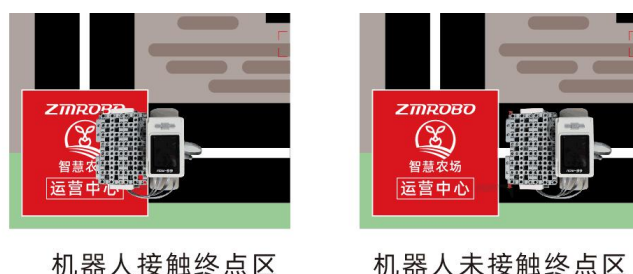

图 6 机器人返回运营中心区域的状态
- 在计时结束前，机器人需要在不脱线的前提下返回运营中心（即启动区）。进入运营中心的机器人在地面的正投影接触运营中心区域即完成了返回运营中心任务，如图 6，完成任务的机器人记 100 分。